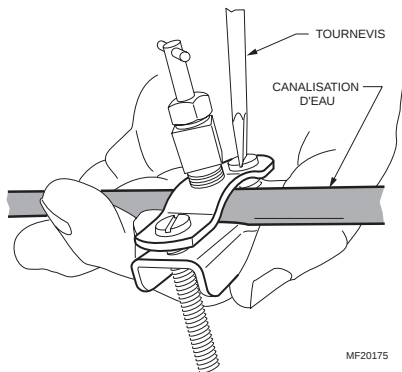

Fig. 8. nstallation du robinet-vanne à étrier.
2. Utiliser le robinet-vanne à étrier autoperceur (fourni) pour percer le tuyau d'arrivée d'eau à l'endroit choisi. Voir la Fig. 8. Si le tuyau est en acier galvanisé, vider la canalisation et percer un trou de 3/17 po pour le robinet-vanne à étrier.